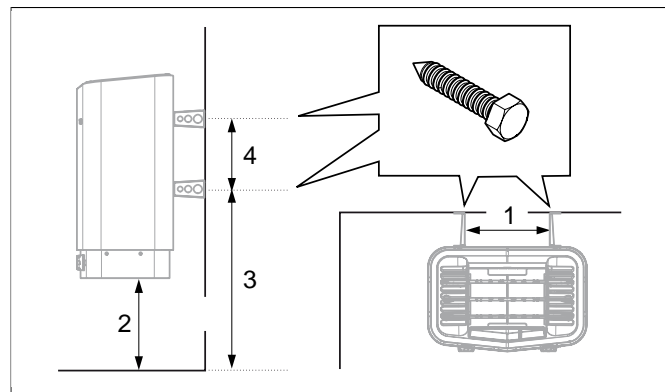

Fig 8: Cotes
6. Poser les vis pour support d'après les cotes se **Fig 8**, page 4.